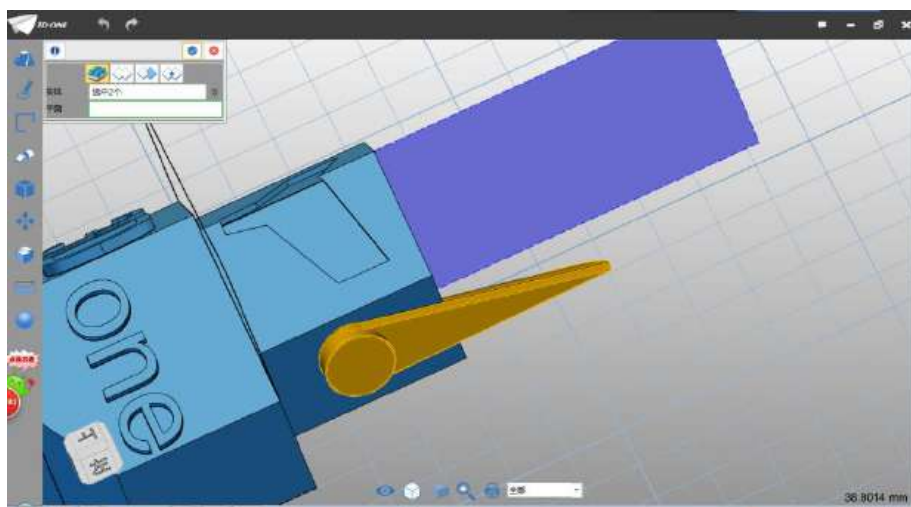

图 2-26
Step 26 择镜像命令 ，在弹出的对话框中输入：实体部分选择如下图 2-26 所示：